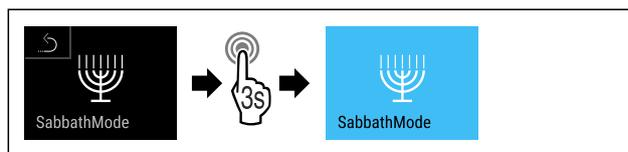

Fig. 12
- ▶ Provedte kroky postupu (viz Fig. 12).